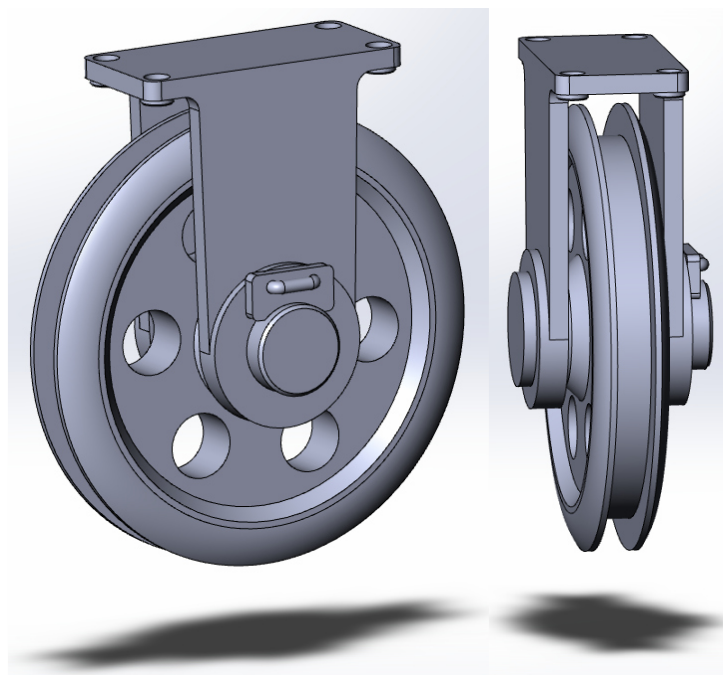

Рис. 3.5.1 Збірка канатного блоку
Деталі збірки показані в табл. 3.5.1, а конструкція на рис. 3.5.1.
1. Створити деталі, показані в табл. 3.5.1, і об'єднати їх у збірку, зображення якої наведено на рис. 3.5.1.